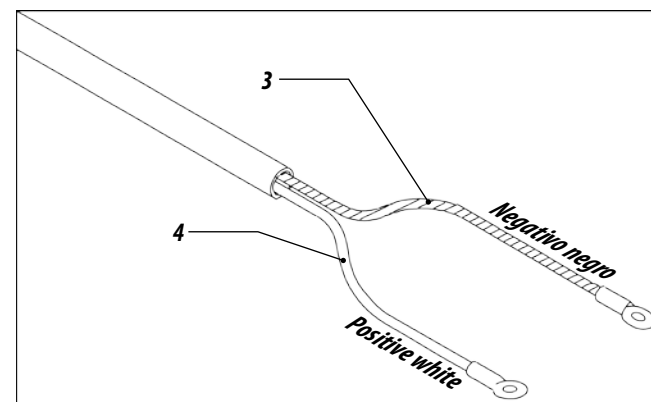

Figura 26
43 - Unir los cables negativo - negro (3) y positivo - blanco (4) en la batería del tractor (5). Detalle "B". FIGURA 26 y 27.